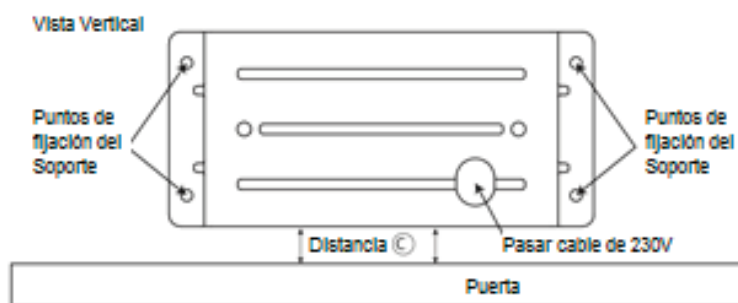

Figura 6
Debe estar perfectamente alineada (Figura 6)
- 7) Pase todos los cables (fuente de alimentación + Accesorios) por la base. (Figura 6)